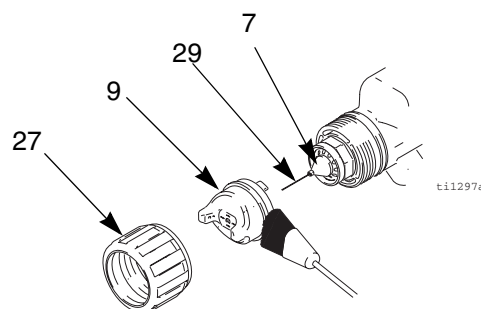

Fig. 16. Pulire il tappo aria e l'ugello del fluido
4. Rimuovere l'anello di ritenzione (27) e il cappello aria (9). Vedere FIG. 16.
5. Pulire il cappello (9) con un pennello a setole morbide ed un solvente non infiammabile oppure immergerlo nel solvente e pulirlo.
6. Con la pistola rivolta verso il basso, pulire l'ugello del fluido (7) e la parte anteriore della pistola utilizzando un pennello morbido inumidito con solvente non infiammabile.